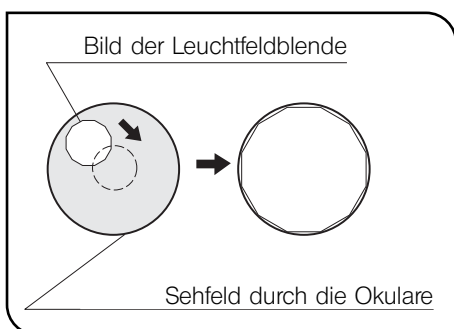

Abb. 22
4. Zum Prüfen der Zentrierung die Blende öffnen, bis das Blendenbild die Ränder des Sehfeldes berührt. Wenn das Blendenbild die Ränder des Sehfeldes nicht genau berührt, nochmals zentrieren. (Abb. 22)